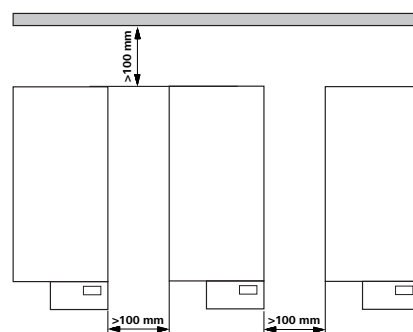

Fig. 2
- Jälgige nõutud minimaalseid kauguseid seadmete vahel, seadme ja seina ning konstruktsiooni kohal (vähemalt 800 mm), (Fig. 2).